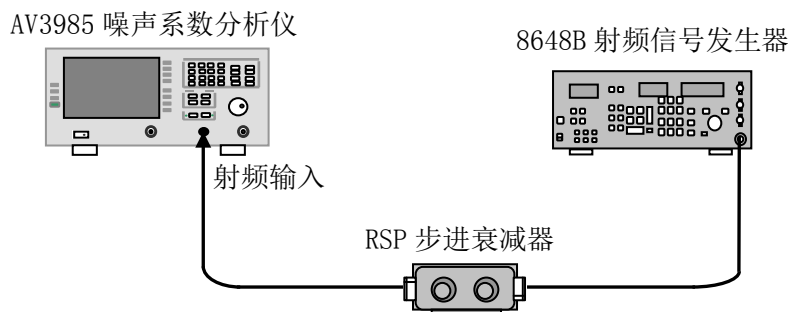

图 10-4 噪声系数测量范围和测量不确定度测试框图
- 1) 如图 10-4 所示连接测试设备, 开机预热 30min。